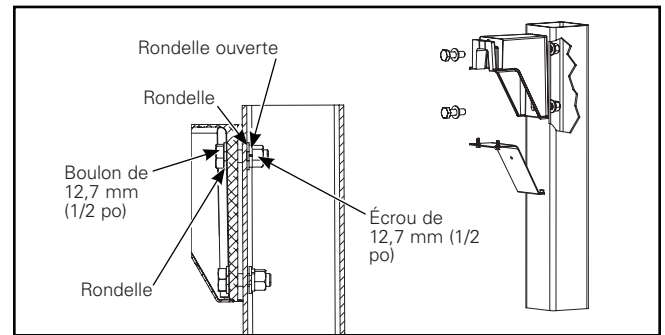

Figure 11.
- Utilisez la quincaillerie de 12,7 mm (1/2 po) pour fixer fermement le bras de montage au poteau. Serrez les boulons à un couple de 54,2 Nm (40 pi-lb). (Figure 11.)